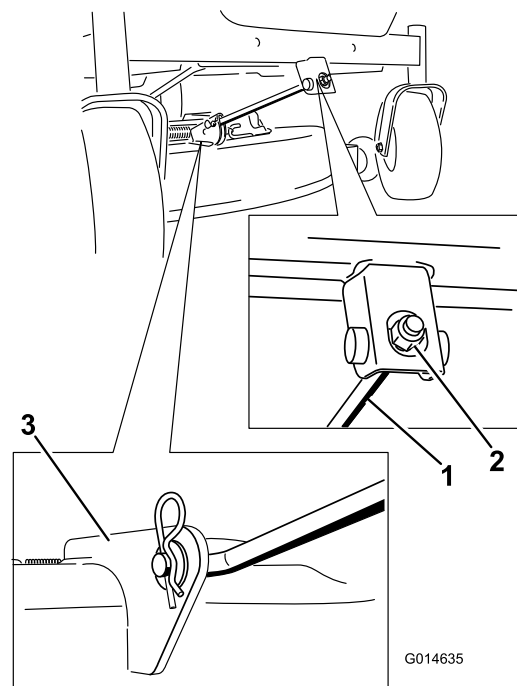

Figura 65
4. Retire la chaveta de la varilla de soporte delantera y retire la varilla del soporte de la carcasa (Figura 65).
8. Conecte la varilla de soporte delantera a la carcasa de corte con el pasador y la chaveta (Figura 65).